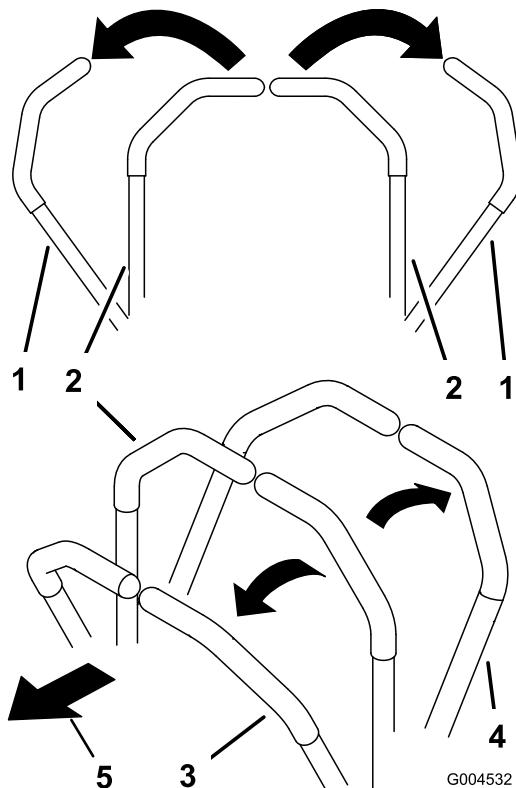

Bild 17
2. Schieben Sie für das Vorwärtsfahren die Fahrtriebshebel langsam vorwärts (Bild 17).
Wenden Sie zum Geradeausfahren auf beide Fahrantriebshebel denselben Druck an (Bild 17).
Verringern Sie zum Wenden den Druck auf den Fahrantriebshebel an der Seite, in deren Richtung Sie wenden möchten (Bild 17).